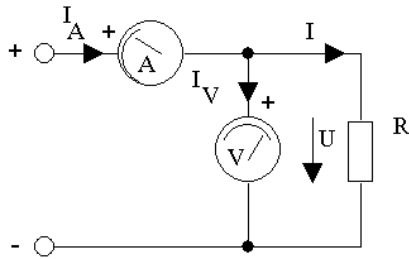

Bild 4
**Aufgabe:** Bestimmen Sie unter Angabe der Genauigkeit die Werte von zwei an Ihrem Versuchsort vorhandenen elektrischen Widerständen durch Strom-Spannungs-Messung (Bild 4 bzw. 5) und ermitteln sie deren  $I,U$ -Kennlinie!